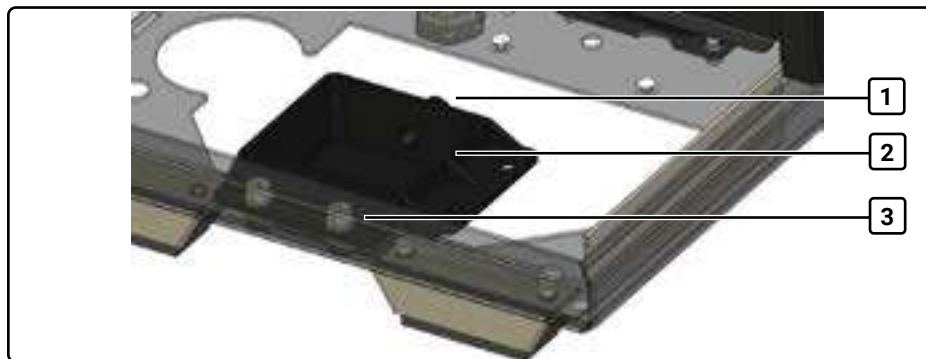

Fig. 6 Bac de vidange installé
1. Fixez le bac de vidange (2, Fig. 6) au support du plateau de collecte à l'aide des vis de fixation et des rondelles (3, Fig. 6).
2. Branchez le tuyau d'eaux usées au raccord (1, Fig. 6) et fixez-le avec le collier de serrage.